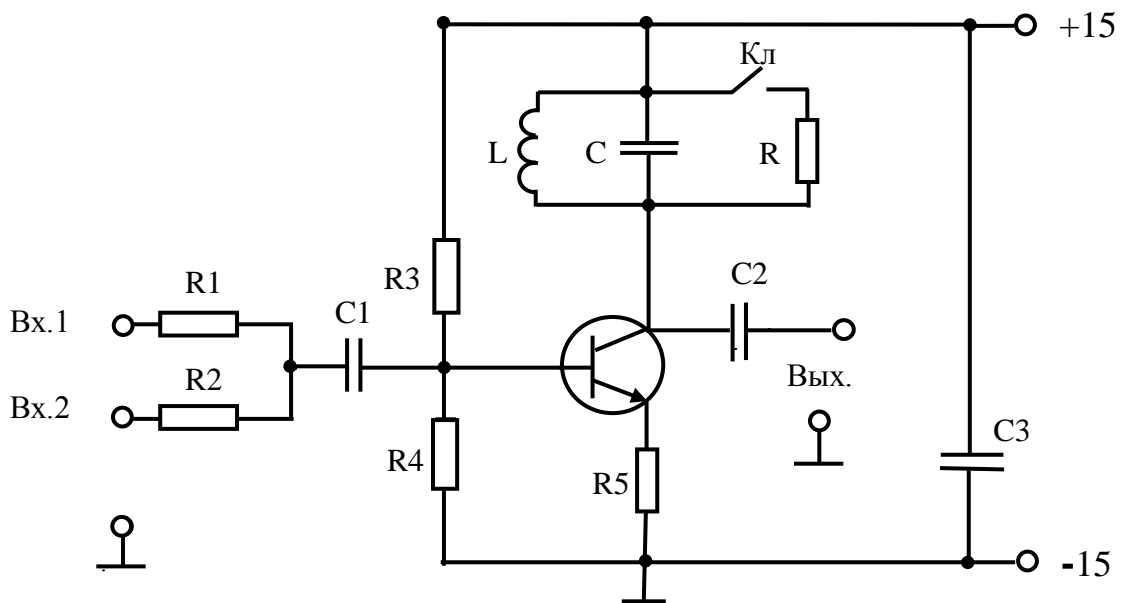

Рис.1
Лабораторный макет (ЛМ) представляет собой резонансный усилитель, принципиальная схема которого изображена на верхней панели макета (рис. 1).
2. Подключить генератор НЧ к входу макета ГПИ. Напряжение с выхода ГПИ подать на «Вх.2» лабораторного макета (рис.1). Подключить к макетам источник питания. Включить все приборы и дать им прогреться.
2. Подключить генератор ССФ к гнезду «Вх.1» лабораторного макета (рис.1). Выбрать частотный диапазон и вращая регулятор FREQ установить частоту равной резонансной частоте контура. На «Вх.2» подано напряжение, имеющее форму меандра (с выхода ГПИ). При этом на входе резонансного усилителя действуют радиоимпульсы с прямоугольной огибающей.
Лабораторный макет представляет собой резонансный усилитель, принципиальная схема которого изображена на верхней панели макета (см. рис. 1).